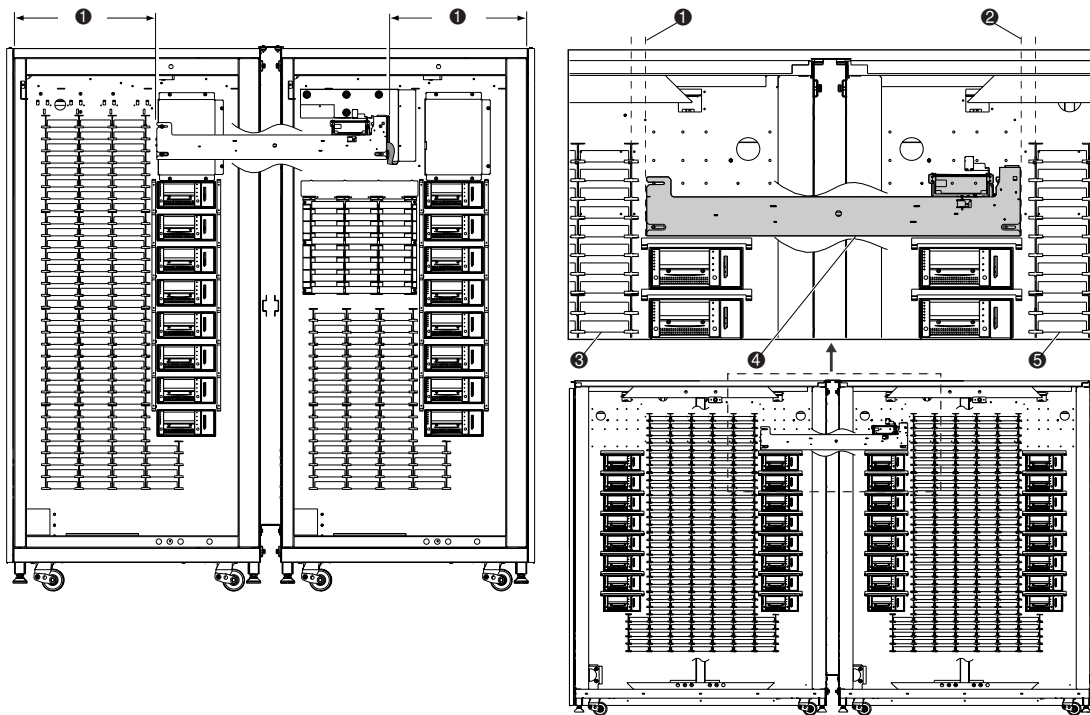

Figura 2-12. Centrado del PTM
- ❶ Tornillos
- ❷ Envoltura de cable de PTM
- ❸ Tornillo
15. Centrado del PTM (consulte la Figura 2-12)